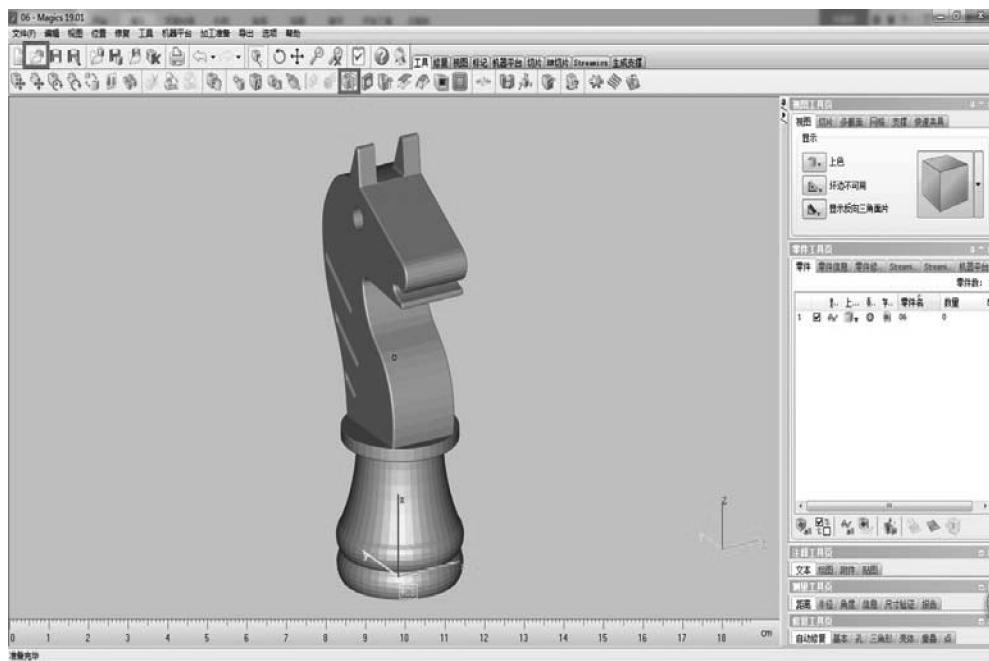

图 4-63 Magics 主界面
1) 打开 Magics 软件，单击左上角的“加载项目”按钮，选择 STL 格式导入“马”模型，主界面如图 4-63 所示。